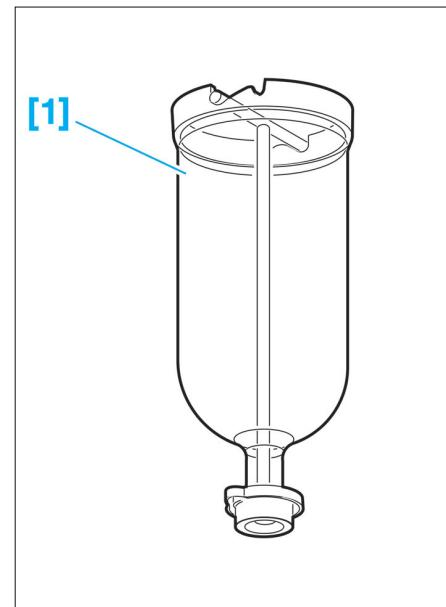

Fig. 20
- [1]. Cylindre de charge (réf : 4520-T) (**Fig.20**).